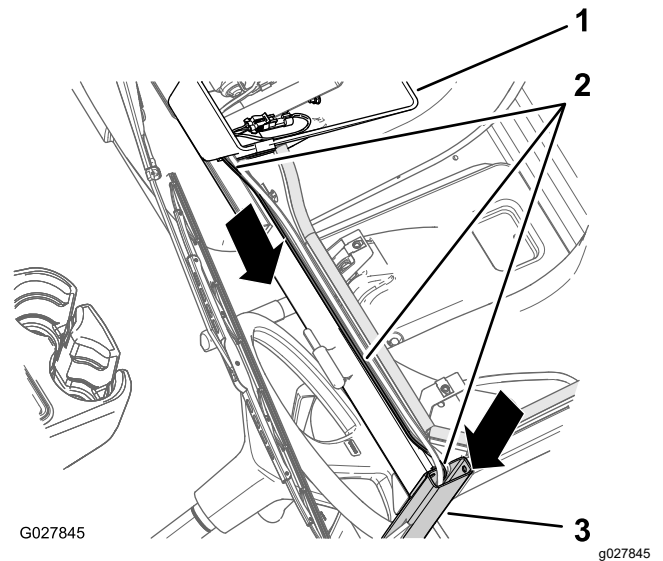

Bild 43
1. Verlegen Sie den Kabelbaum für die Scheibenwaschanlagenpumpe (Bild 43) an der Dachkonsole zur linken Seite und entlang des Schlauchs, den Sie in Verlegen des Schlauchs (Seite 18) angebracht haben.